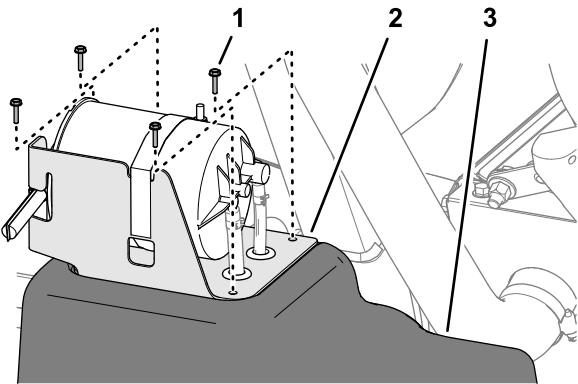

Bild 71
2. Entfernen Sie am Kraftstofftank die vier Schrauben (Nr. 10 x $\frac{3}{4}$ "'), mit denen die Halterung des Aktivkohlefilters oben am Kraftstofftank befestigt ist (Bild 71).